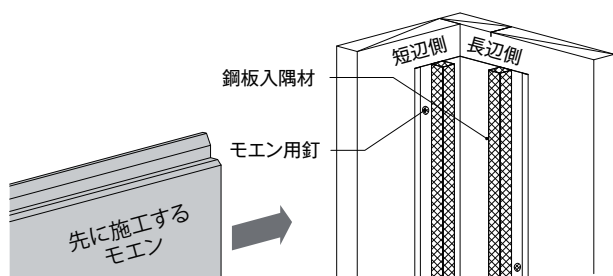

図1 鋼板入隅材の施工
- ▶ 鋼板入隅材をモエン用釘 (ステンレスリング釘  $\phi 2.3 \times 38\text{mm}$ ) または専用ビス ( $\phi 4.1 \times 35\text{mm}$ ) で止水材の外側に1m以下の間隔で留め付ける。(図1参照)